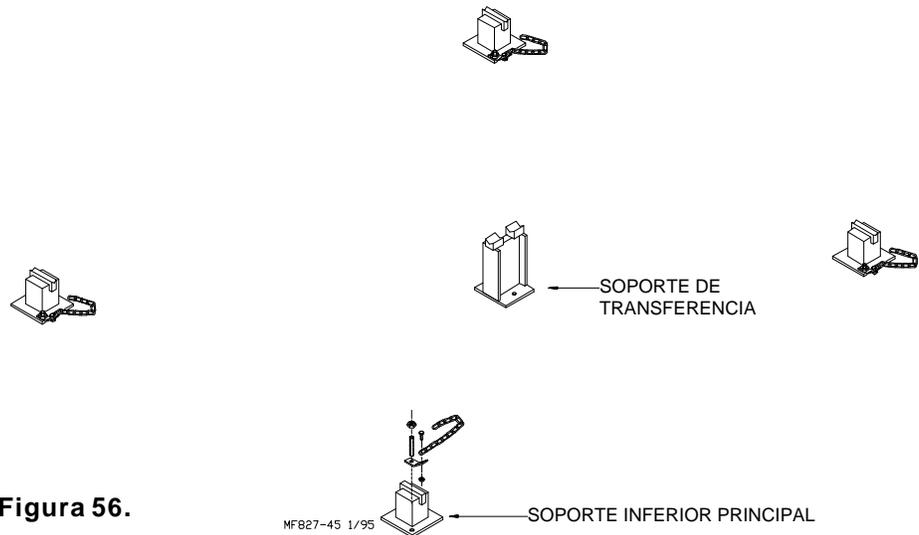

Figura 56.
1. Colocar los cuatro soportes inferiores principales y el soporte transversal sobre los agujeros perforados en la fundación. Ver la **Figura 56** para la colocación correcta. Instalar los pernos de anclaje y los conjuntos de cadenas de seguridad, pero no apretar los anclajes hasta que los brazos de la balanza estén en posición.